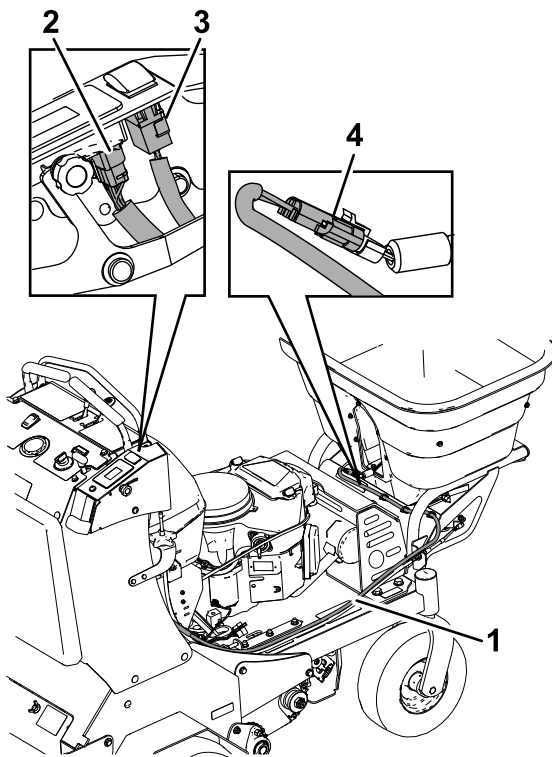

Bild 8
2. Stecken Sie den Betriebsstundenzähler und die EIN/AUS-Steckverbinder am Kabelbaum des Streuers in die Schalter am Bedienfeld der Flussteuerung ein (Bild 8).
3. Verlegen Sie den Kabelbaum entlang dem Kabelzug an der rechten Maschinenseite. Legen Sie den Kabelbaum oben auf den Kabelzug und schieben Sie ihn in die Kerbe der Halterung am Füllkasten. Verlegen Sie den Kabelbaum zwischen der rechten Halterung am Füllkasten und dem Rohr am Füllkasten. Schließen Sie den Kabelbaum am Streuermotor an, wie in Bild 8 dargestellt. Führen Sie die drei Clips zur Befestigung des Kabelbaums in die Löcher des Hauptrahmens des Füllkastens ein, um den Kabelbaum zu befestigen.